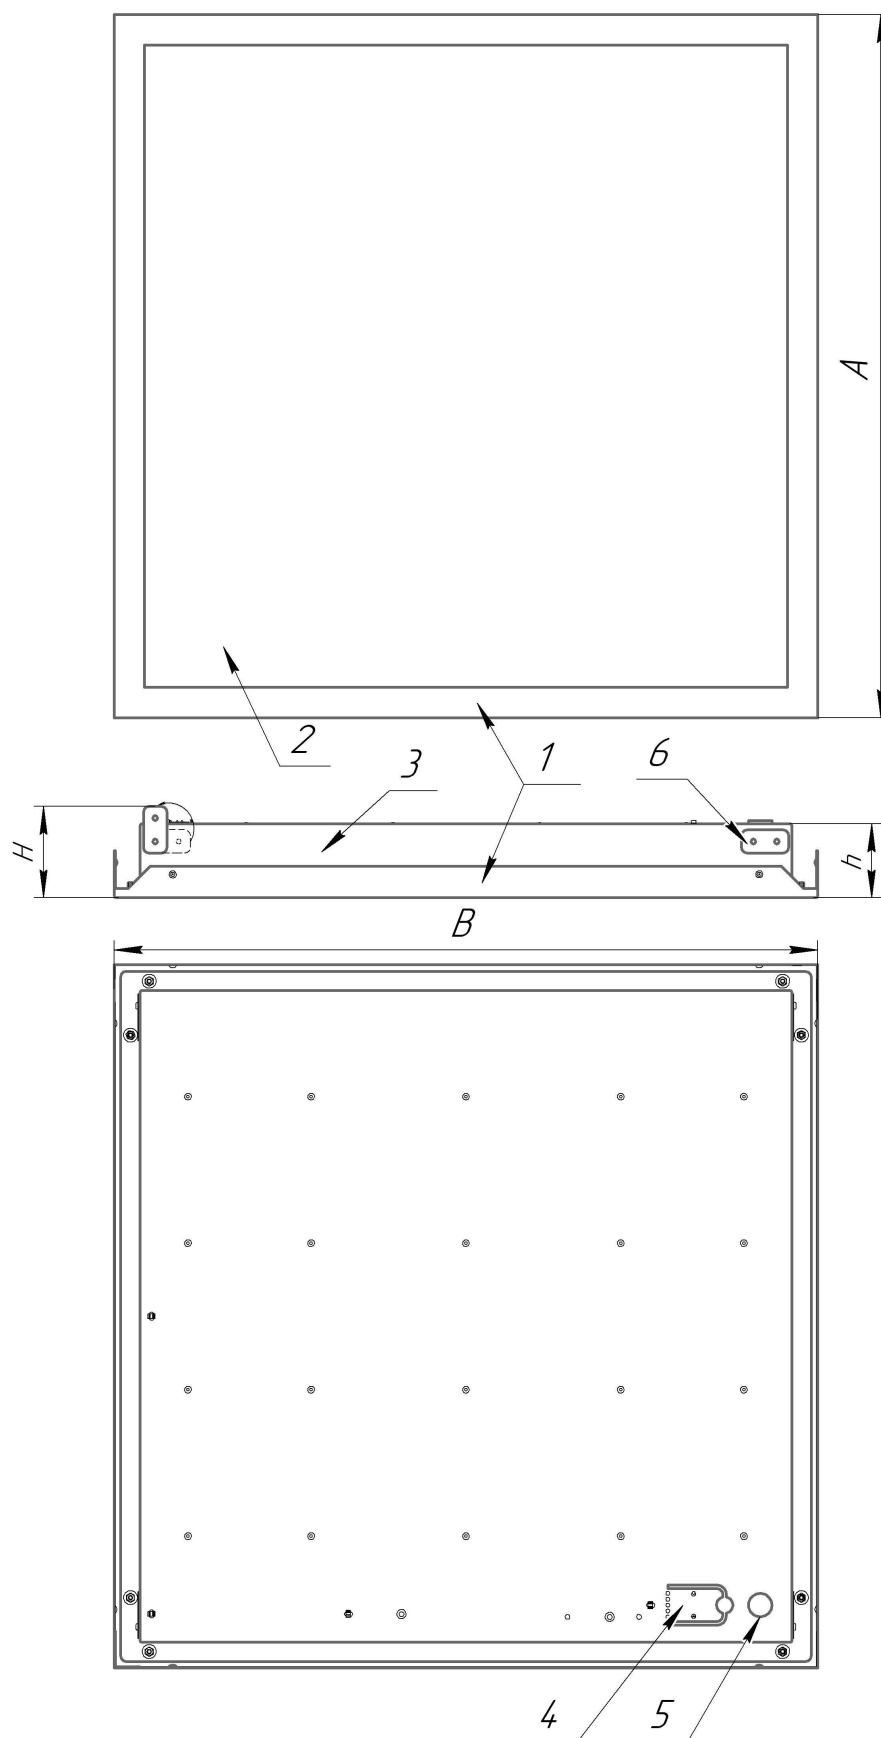

Рисунок 1 - Светильник ДВО12 VCF
3.2 Светильник ДВО12 VCF (рис. 1 приложения А) состоит из обечайки поз. 1, рассеивателя поз. 2, корпуса со встроенным светодиодным модулем и источником питания поз. 3, клеммной колодки на откидывающемся язычке поз. 4, пластин подвеса поз. 6.